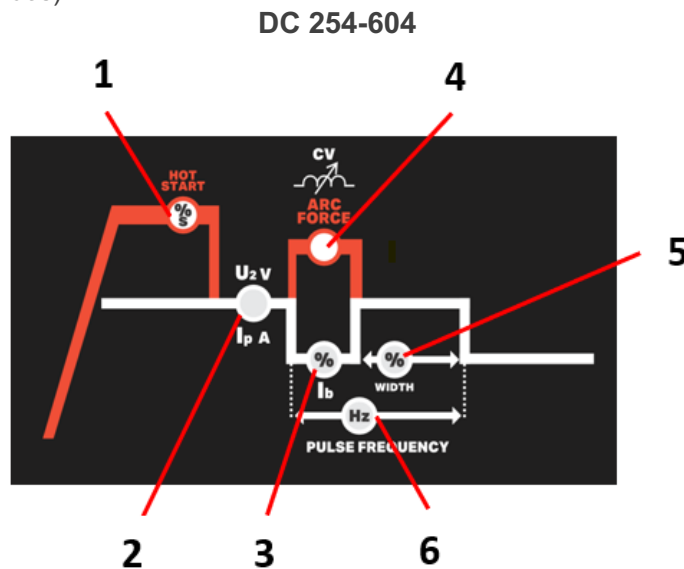

Fig. 1 – Parámetros MMA
Para DC 254-604 (Ver los Artículos de la Fig. 1)
Para DC 324- 404 (Ver los Artículos de la Fig. 1)
- Ajustar el valor de la corriente al diámetro del electrodo (Fig.1 - 2), según la siguiente tabla, para ajustar las máquinas según el electrodo a utilizar e iniciar la soldadura.